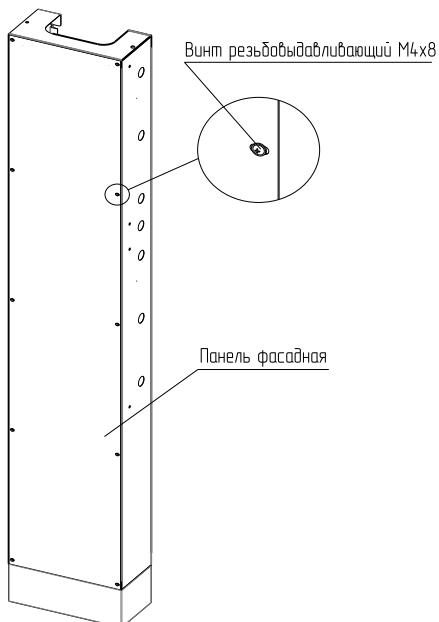

Рисунок 2
4.2.1 Извлечь короб КЭТ LIGHT (далее – короб КЭТ) из упаковки и, вывернуть десять винтов резьбовыдавливающих M4×8, снять панель фасадную (рисунок 2). Винты сохранить.